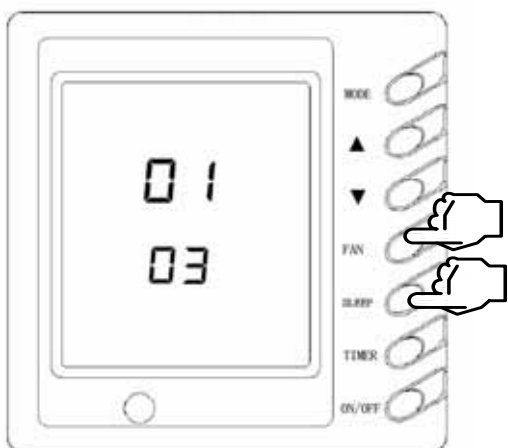

Рис.20
В то время, как кондиционер не работает, одновременно нажмите кнопки FAN и SLEEP /SWING и удерживайте их нажатыми в течение 5 секунд (рис. 20). В области дисплея, где отображается температура в помещении, появится "01". Вы можете выбрать, какой датчик будет измерять температуру воздуха в помещении, с помощью кнопок ▲ или ▼. Есть 4 варианта:
- В режиме обогрева выбран датчик на проводном пульте, а в любом другом режиме выбран датчик на внутреннем блоке. На дисплее изображено 03 (рис. 20).
По умолчанию выбран третий режим (рис. 20).